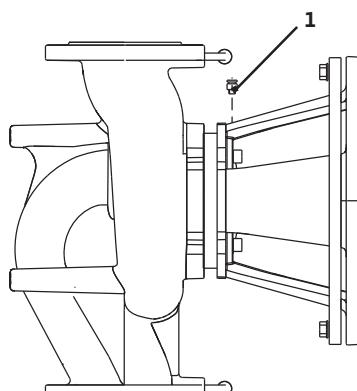

Fig. 41: Udluftningsventil
- Udluft pumperne ved at løsne udluftningsventilerne (fig. 41, pos. 1). Tørløb ødelægger pumpens glideringstætning. Differenstryktransmitteren må ikke udluftes (fare for ødelæggelse).